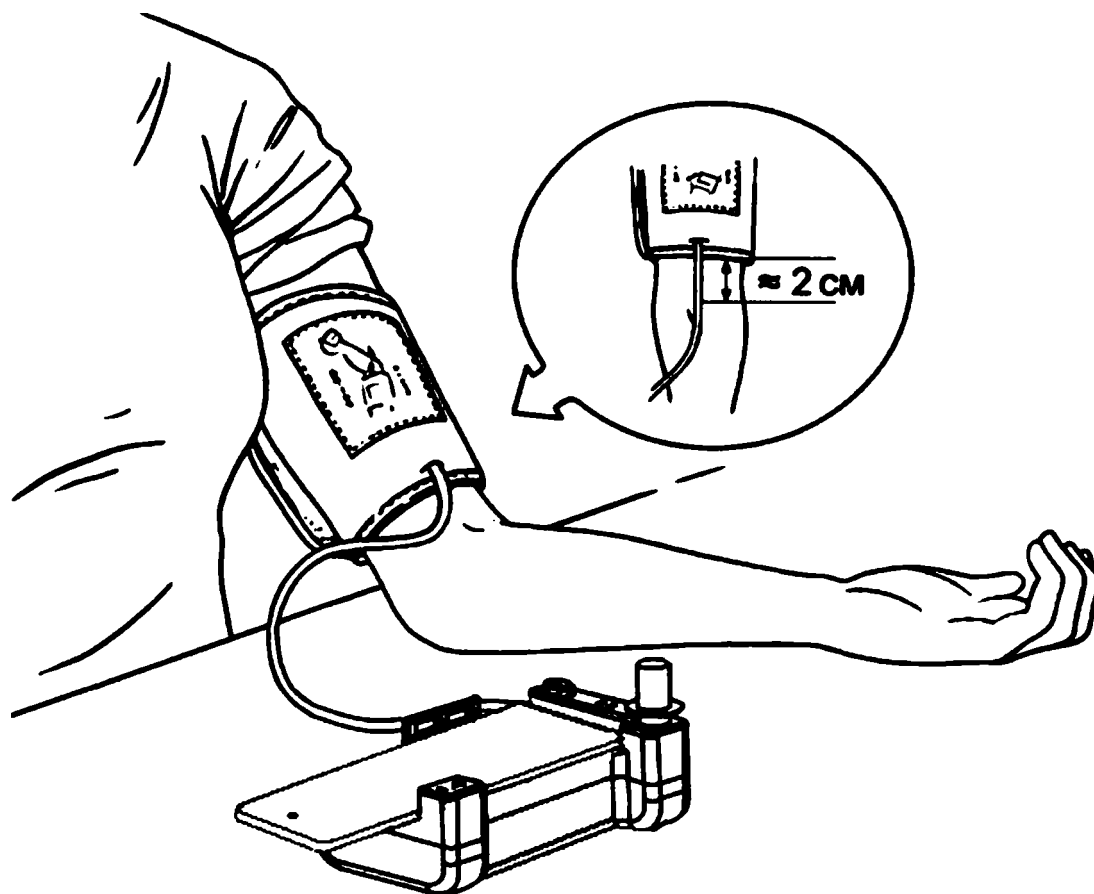

Рисунок 12 – Расположение СМК в режиме измерений параметров АД
- 4) Расположите и зафиксируйте манжету на плече таким образом, чтобы трубка манжеты находилась на средней линии внутренней стороны руки, а нижний край манжеты находился на 2–3 см выше локтевого сгиба (рисунок 12).